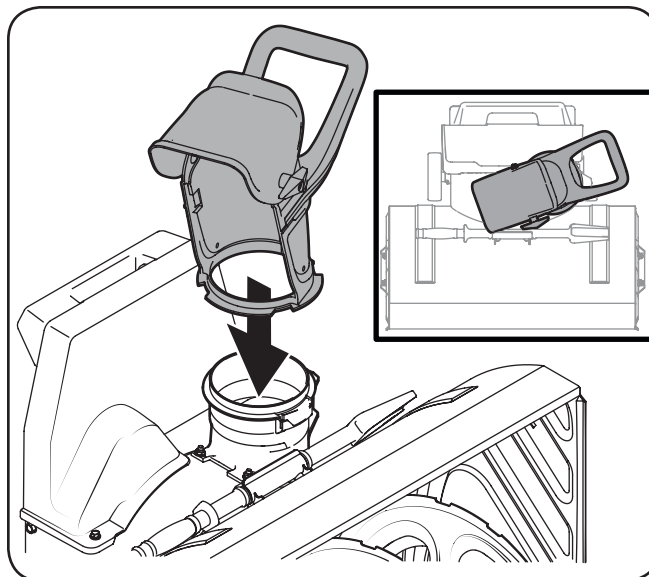

Figura 3-3
2. Coloque el canal de descarga, que se embala suelto en la caja, en el accesorio quitanieve, como se indica en la Figura 3-3.